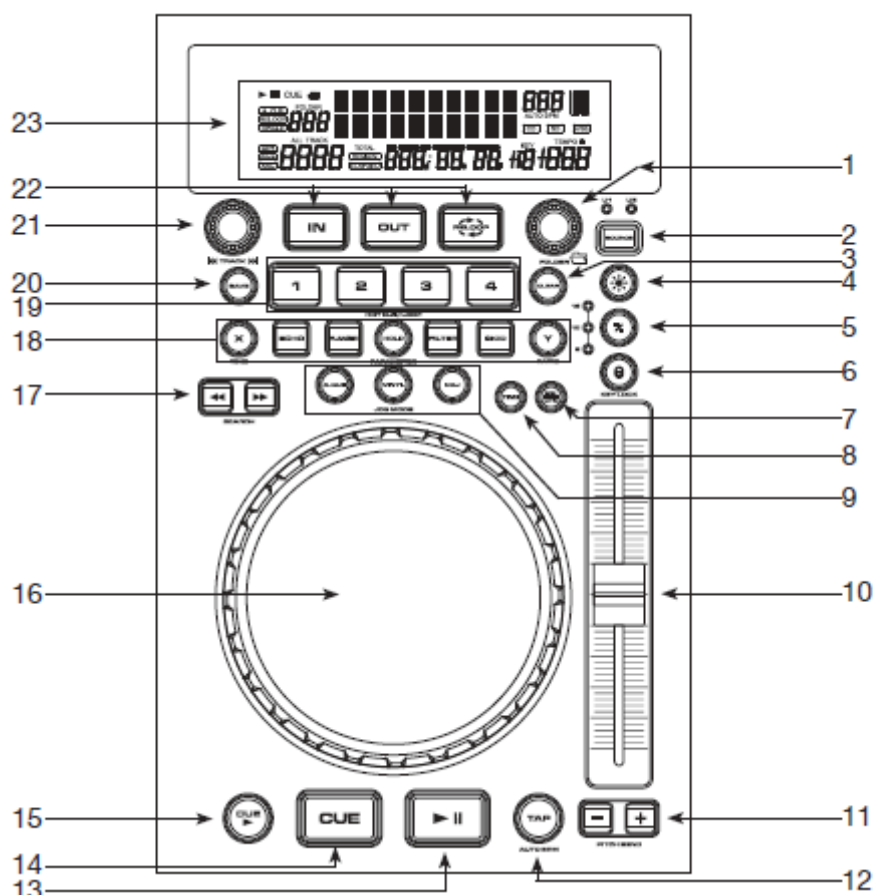

Figure 2
A. COMMANDES DU LECTEUR DU DESSUS (FIGURE 2)
3. BOUTON EFFACER : utilisez ce bouton pour effacer le *BOUTON DE BANQUE* (19). Appuyez sur ce bouton puis pressez le *BOUTON DE BANQUE* (19) que vous souhaitez effacer.
4. BOUTON PITCH ON/OFF : cette fonction vous permet d'activer et désactiver la fonction *PITCH SLIDER* (10). Quand le voyant est allumé, le *PITCH SLIDER* (10) est activé. Quand le voyant n'est pas allumé, le *PITCH SLIDER* (10) n'est pas activé. Le pourcentage de pitch peut être changé entre 6 %, 10 % et 16 %; 6 % vous permet la manipulation la plus restreinte du pitch et 16 % vous permet la manipulation la plus ample du pitch.